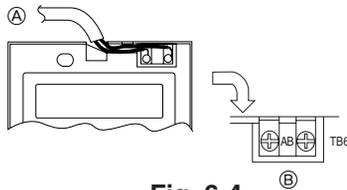

Fig. 6-4
2) Instruções de instalação (Fig. 6-4)